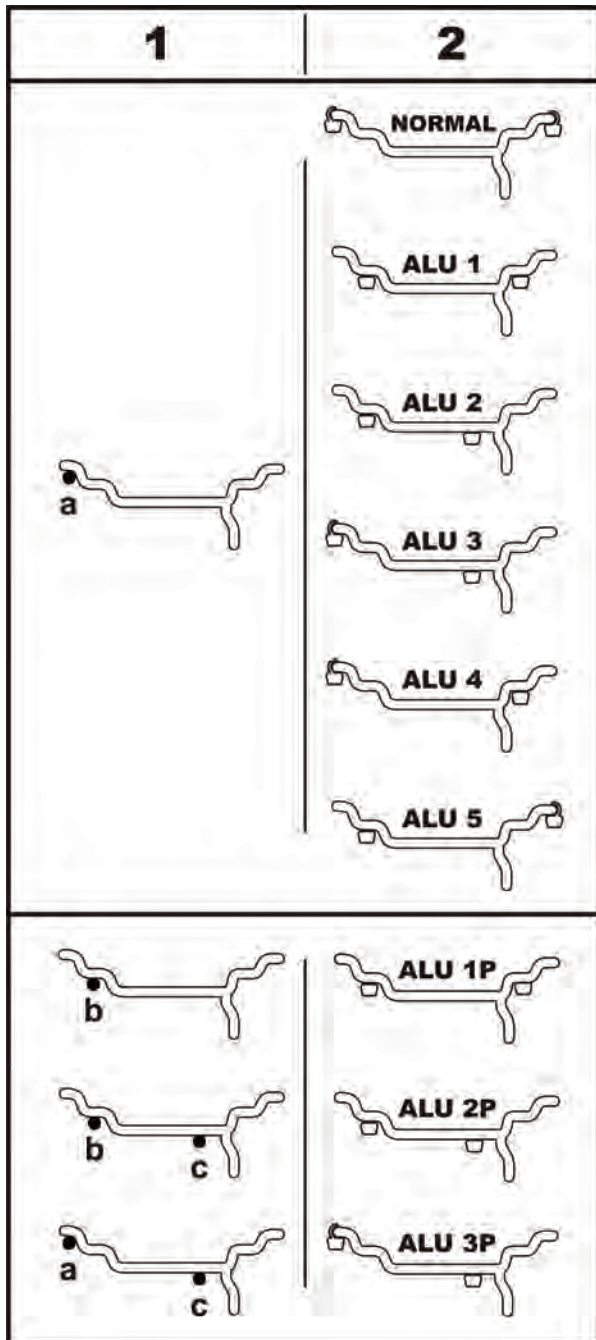

Figure 22
Fig. 22 indique les positions de palpation correctes du bras SAPE (1), et les positions de l'emplacement de la masse correspondante (2); pour les masses adhésives et les masses à ressort.